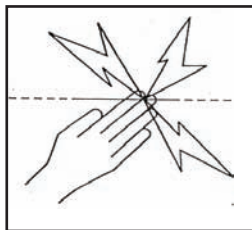

Figura 2
* Si su alambrado eléctrico cruza un camino público, se debe colocar una tranquera no electrificada en el punto de cruce. Esos deberán tener carteles de aviso de no menos de 10 x 20 cm., de fondo amarillo, con la inscripción en letras negras del dibujo de la figura 2 ,según lo indica el anexo BB1 de la norma IEC 60335-2-76 o la leyenda "PRECAUCION alambrado eléctrico para animales". La inscripción debe ser indeleble, inscripta sobre las dos caras del cartel y las letras de por lo menos 25 mm. de altura.